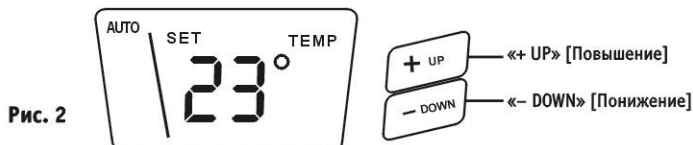

Рис. 2
ИСПОЛЬЗОВАНИЕ ТЕРМОРЕГУЛЯТОРА (Рисунок 2)
- Для регулировки величины заданной температуры «SET TEMP» [Заданная температура] в направлении повышения нажмите кнопку  для уменьшения величины желаемой температуры нажмите кнопку . (Рис. 2А)